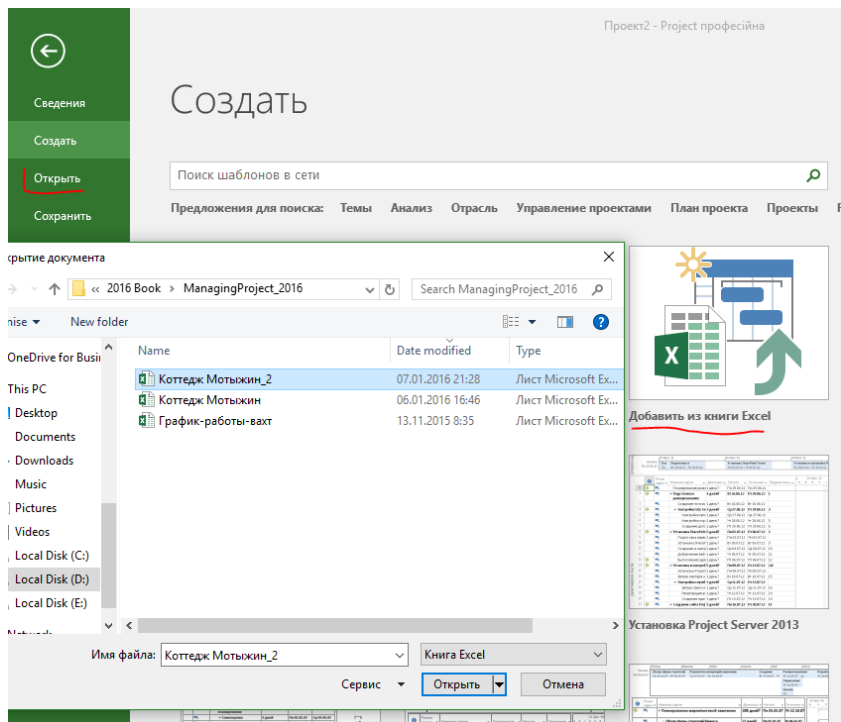

Рисунок 5.16 – Открытие файла Excel
- 2.2. Создаем новый файл Microsoft Project. Для этого с помощью или меню «Файл – Открыть» или «Файл – Добавить из книги Excel», в окне «Открытие документа» находим файл Excel и нажимаем «Открыть» (см. рисунок 5.16).